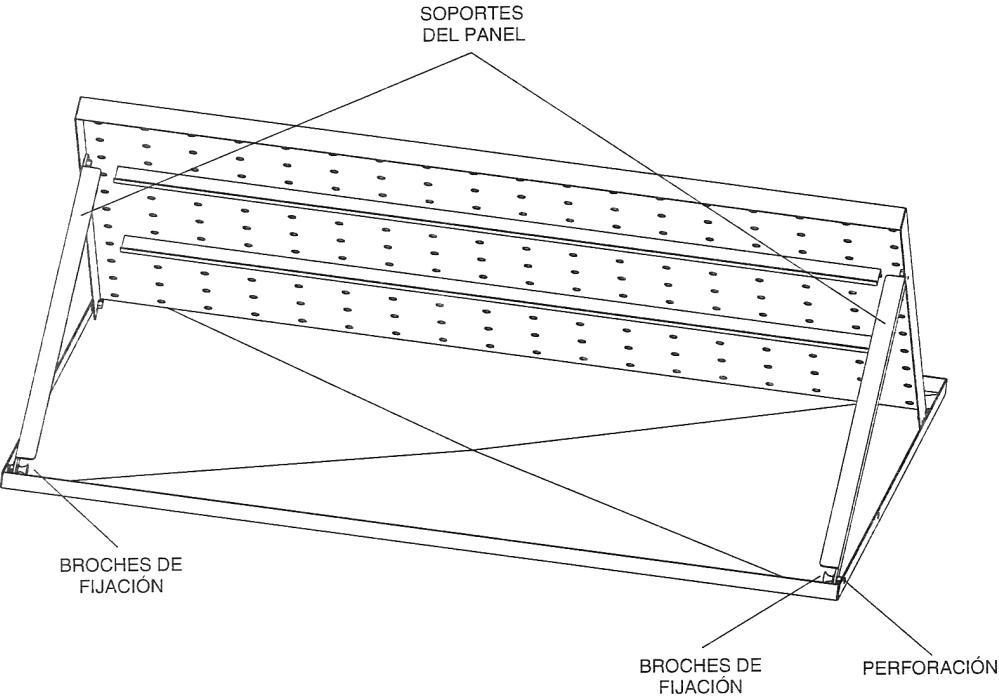

Figura 1-13. Ajuste de los soportes del panel.
- Para inclinar un panel, lentamente elévelo hasta obtener la inclinación deseada, luego fije el panel en el lugar correctamente, empleando dos soportes en la parte posterior del panel. Los broches de fijación en los soportes y las perforaciones en cada lado del panel, le permiten ajustar los soportes, como se muestra en la Figura 1-13. Sujételos.